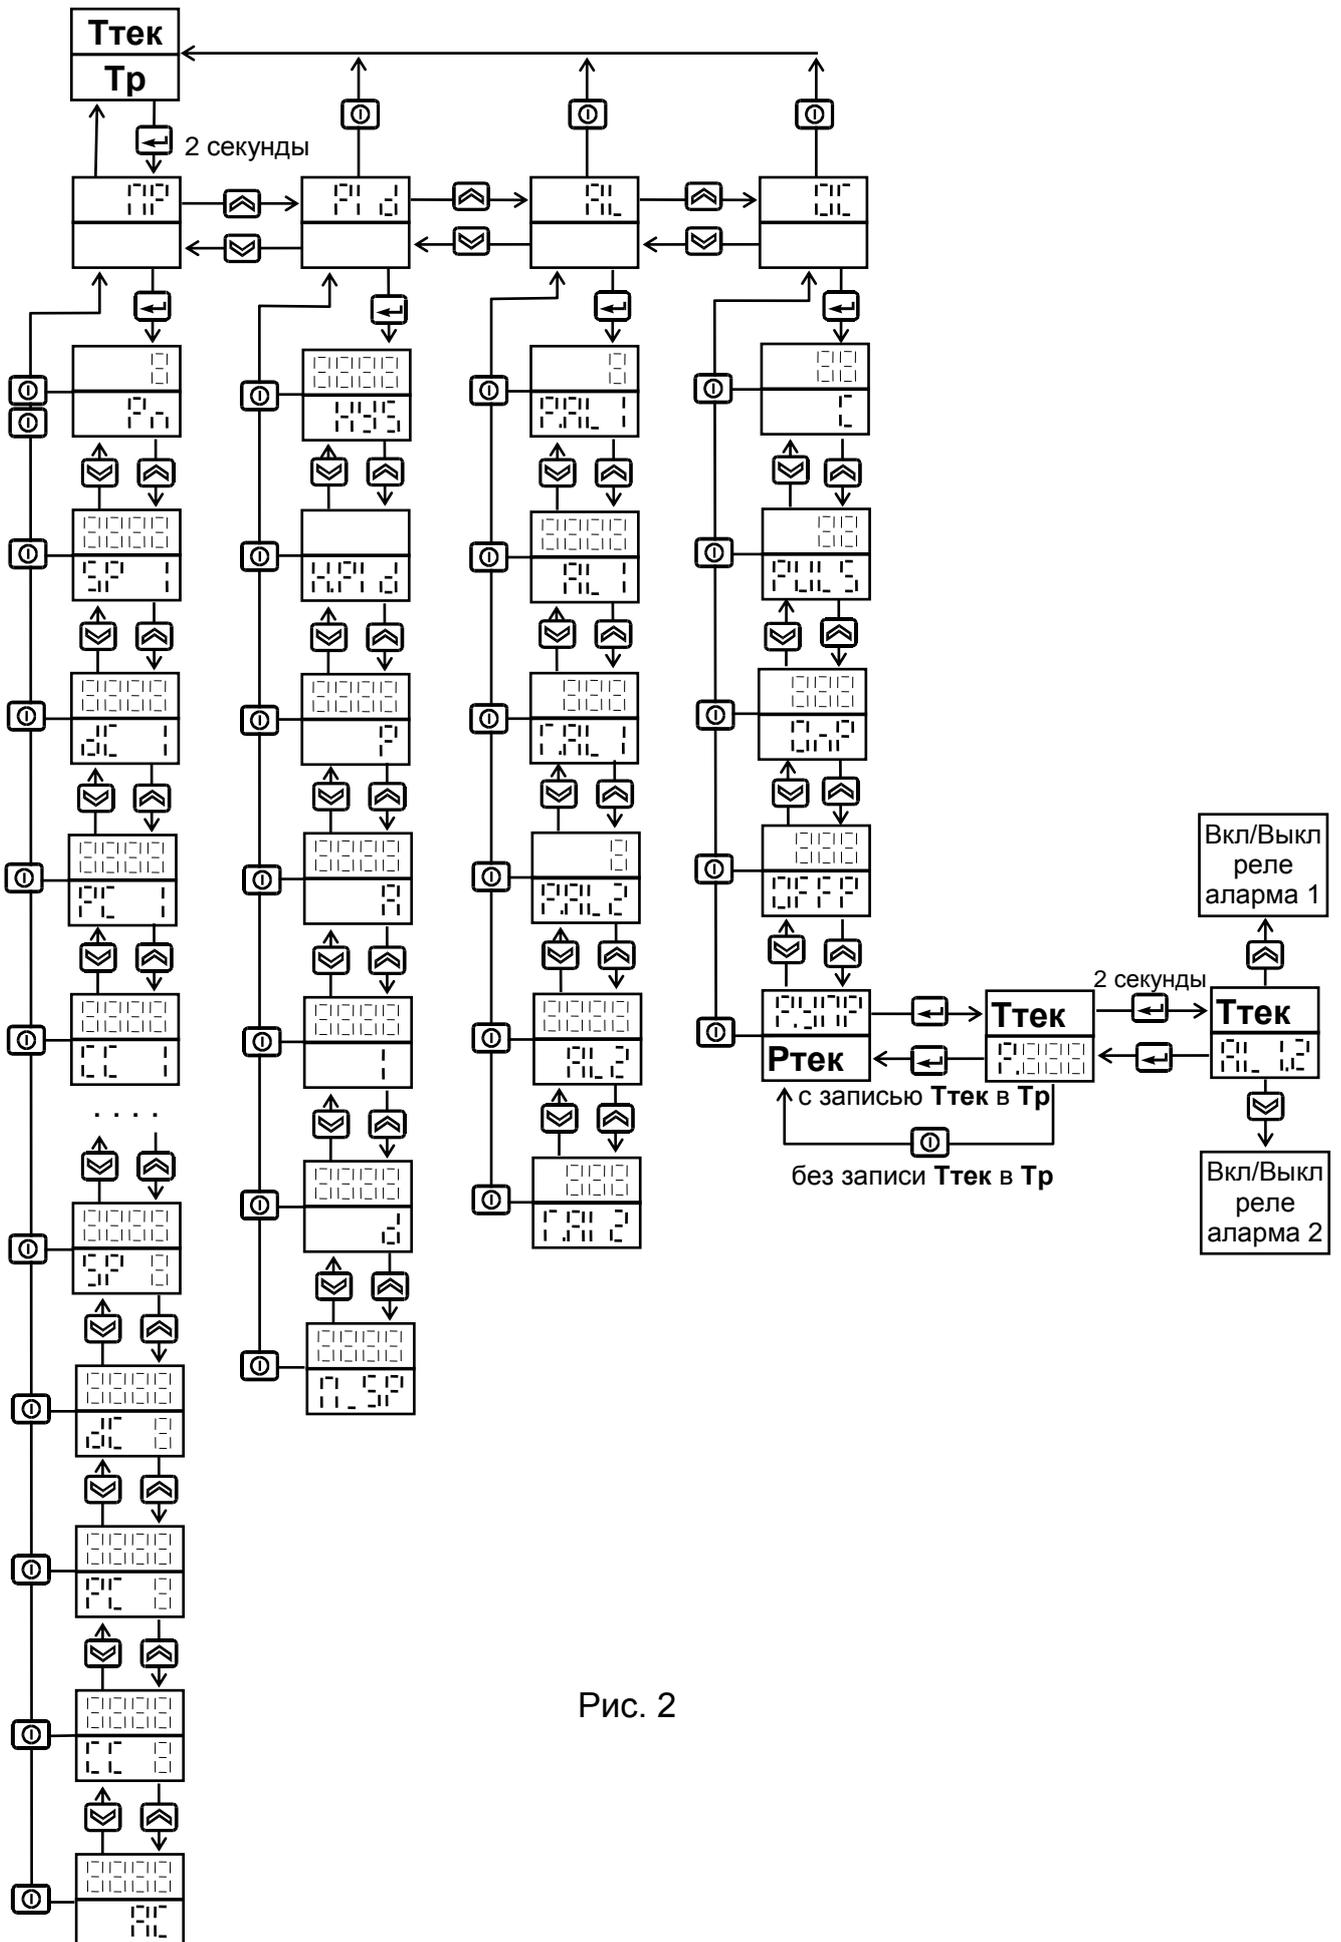

Рис. 2
4.1. Подключить прибор согласно Рис.2 ПРИЛОЖЕНИЯ при выключенном общем питании. Проверить правильность подключения прибора.
- Для ввода других параметров, определяющих работу регулятора, нужно в режиме отображения текущей и заданной температуры нажать и удерживать кнопку F^{U} примерно две секунды до появления надписи P^{U} на верхнем индикаторе. Теперь из меню параметров можно выбирать и изменять те, которые необходимо (Рис. 2).